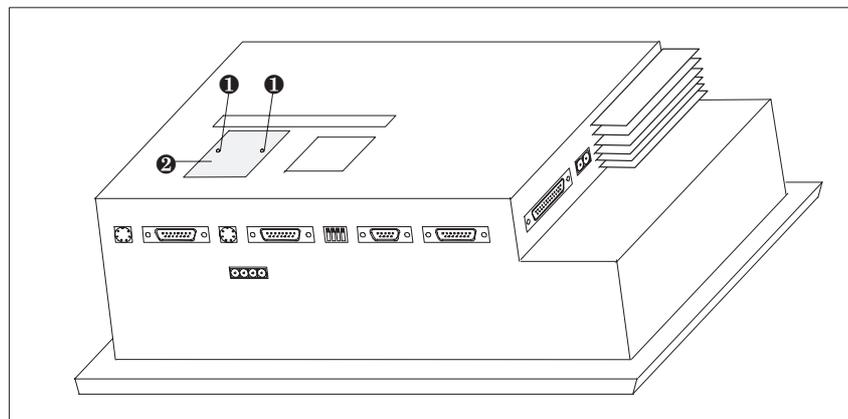

Figura 17-1 Eliminazione del coperchio (esempio TP37)
2. Allentare i due rivetti di espansione ❶ e togliere il coperchio ❷ rappresentato nella figura 17-1, per il TP37, dal retro del Touch Panel.